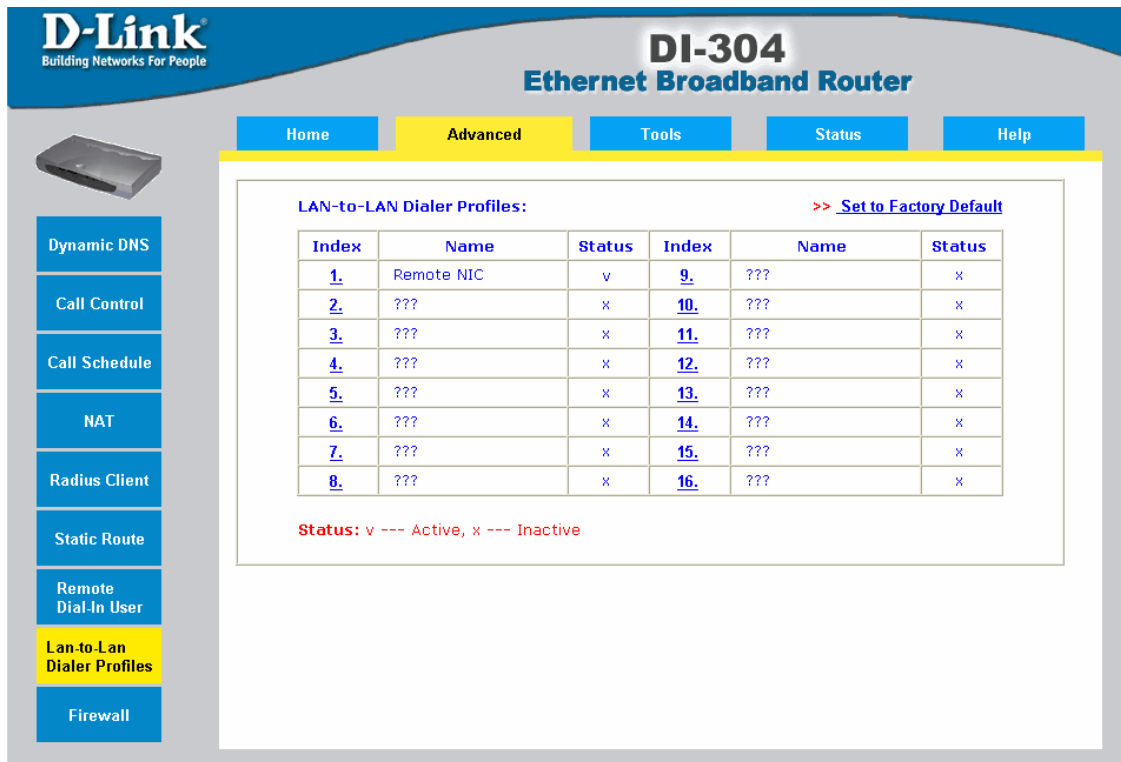

Abbildung 31: LAN-to-LAN Profil des zweiten Routers
6. Auch in diesem Router muss ein LAN-to-LAN Profil aktiviert werden (Abbildung 31).